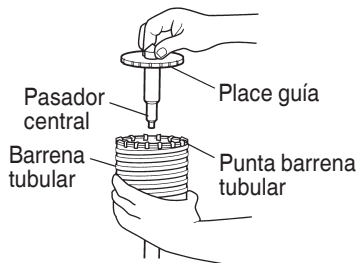

Fig. 17
- (3) Insertar el pasador central en la placa guía hasta que se pare.
- (4) Unir la placa guía con la barrena tubular y girar la placa guía hacia la izquierda o hacia la derecha de forma que no se caiga a pesar de estar indicando hacia abajo. (Fig. 17)